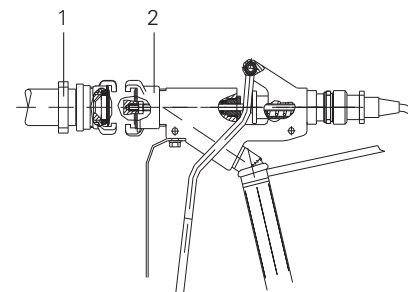

Рис.27: Очистка пистолета для клея
- отсоедините шланг для клея (рис. 27, 1) от пистолета и вместо него присоедините шланг с водой с помощью GEKA-муфты
- снимите GEKA-муфту (рис. 27, 2) и очистите изнутри; затем прочистите весь пистолет